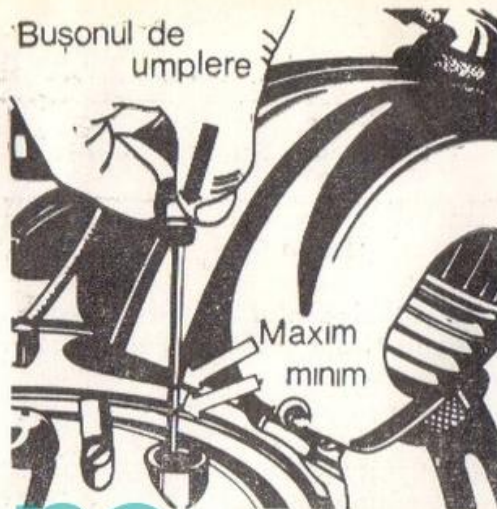

Fig. 21.
1. Motorul fiind cald, demontați șurubul de golire și bușonul de umplere (fig. 20 și fig. 21) și lăsați să curgă tot uleiul; curățați depunerile de pe magnetul șurubului de golire.